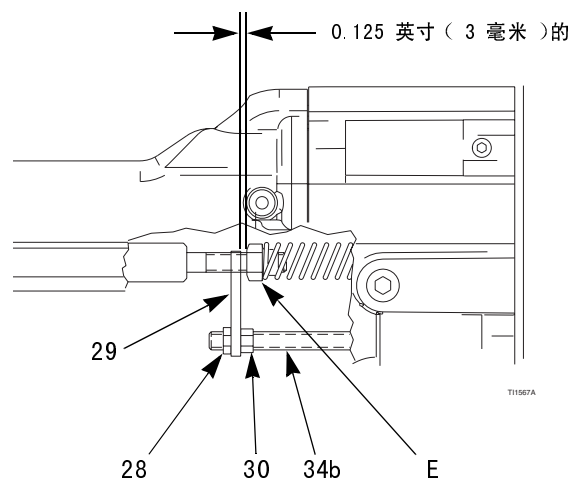

图 27. 致动器臂调节
2. 定位零件，因此致动器臂（29）与液体密封杆螺母（E）之间有一个0.125英寸（3毫米）的间隙，从而使雾化空气在液体之前起动。见图27。